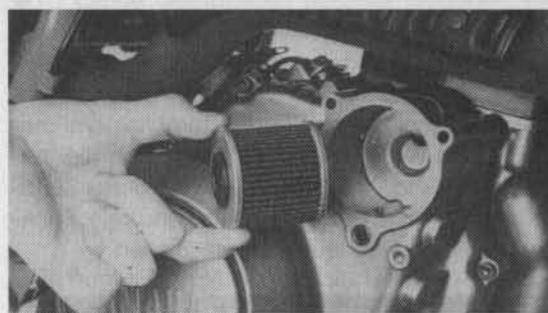
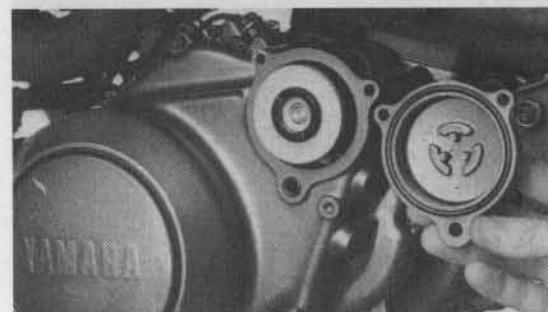

Bild 28
Bild 29
- Gummitteile des neuen Ölfilters einölen und neues Filter einsetzen (Bild 28). Ölfilterdeckel mit so gut wie neuen O-Ringen anbringen (Bild 29).